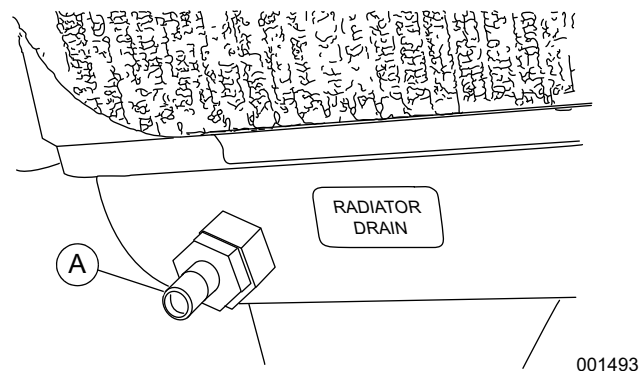

Figura 5-14. Ubicación del drenaje del radiador
6. Consulte la Figura 5-14. Gire el conector hexagonal para abrir el tornillo de drenaje (A).